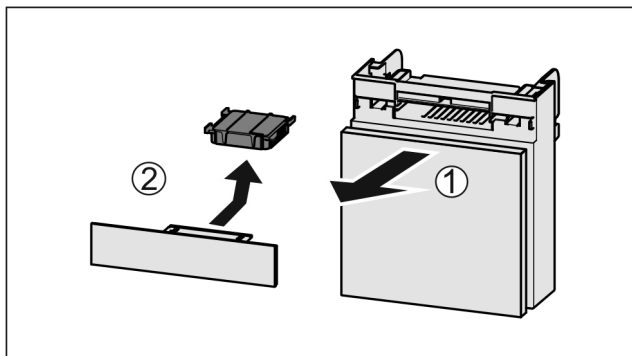

Fig. 137
- ▶ Húzza ki Fig. 137 (1) előrefelé a rekeszt.
- ▶ Vegye ki az aktívszén-szűrőt Fig. 137 (2).